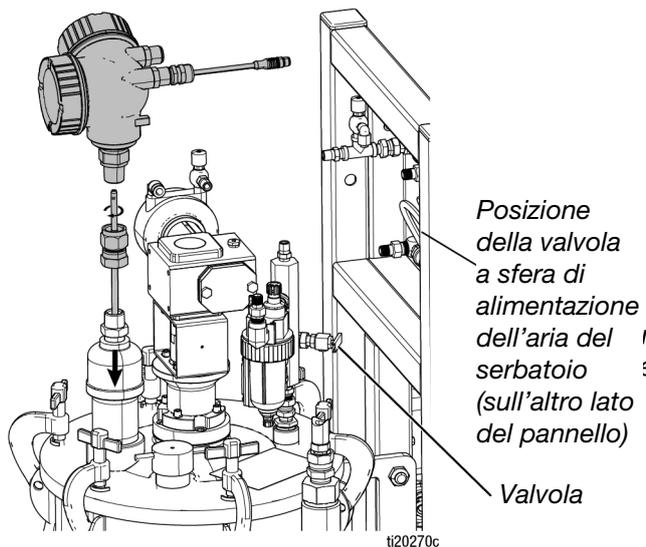

FIG. 9: Installazione del sensore di livello
1. Con il serbatoio vuoto, chiudere la valvola a sfera di alimentazione dell'aria del serbatoio e aprire la valvola (1010) sul gruppo del collettore dell'aria del serbatoio (218) per depressurizzare il serbatoio. Vedere FIG. 9.